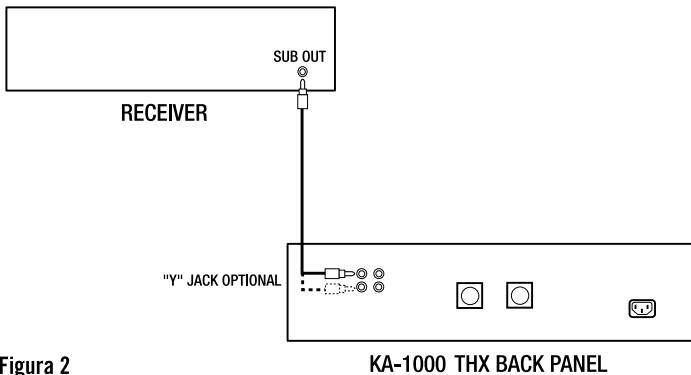

Figura 2
**Conexión de receptor o procesador surround digital / THX.** Los receptores y procesadores surround digitales Dolby Digital® y DTS® actuales, así como todos los modelos con certificación THX, tienen salidas de nivel de línea de subwoofer y crossovers de subwoofer incorporados. Si su sistema ha sido organizado basándose en uno de estos receptores o procesadores, casi siempre es mejor usar el KA-1000 THX con el interruptor THX en ON. Esto pasa por alto el crossover y los controles de nivel. Conecte la salida de subwoofer del receptor o procesador a uno o a los dos enchufes de entrada del KA-1000 THX (Figura 2). Use cable de interconexión de subwoofer blindado, de alta calidad y de longitud apropiada con clavijas RCA en los extremos. Su proveedor puede ayudarle a seleccionar el cable adecuado. Asegúrese de ir al menú de configuración del altavoz de su receptor o procesador y fijar el subwoofer en ON o YES, o si es un modelo con certificación THX Ultra2, seleccione "Ultra2" en el menú de subwoofer. Su receptor o procesador puede tener otras capacidades de control de bajos más allá de simplemente activar la salida de subwoofer. Consulte el manual del propietario de su receptor o procesador o comuníquese con su proveedor para obtener más información sobre las configuraciones correctas de administración de bajos de su sistema.